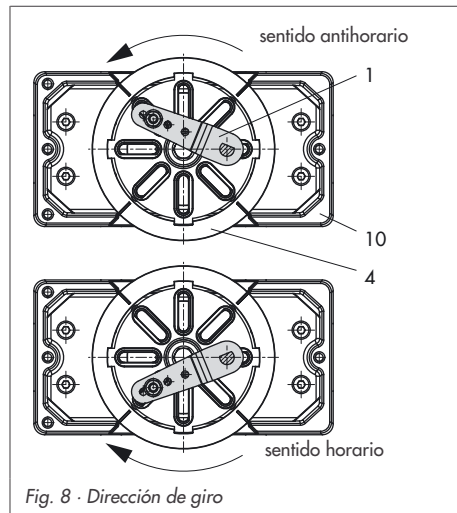

Fig. 8 · Dirección de giro
8. Colocar el posicionador en la carcasa (10) y atornillarlo. Colocar la palanca (1) de forma que el pin transmisor encaje en la ranura (fig.8) teniendo en cuenta el sentido de giro del accionamiento.
**Tabla 4 · Montaje a accionamiento rotativo (figs. 8 y 9)**